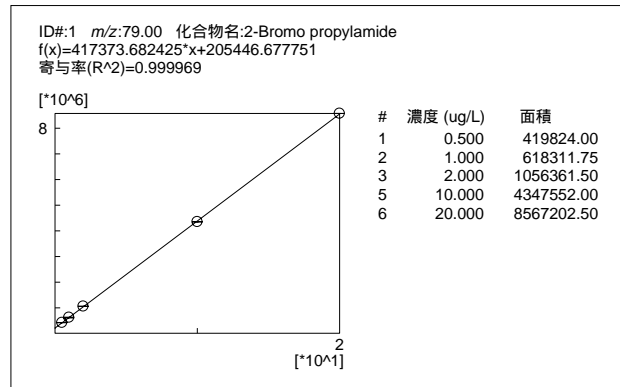
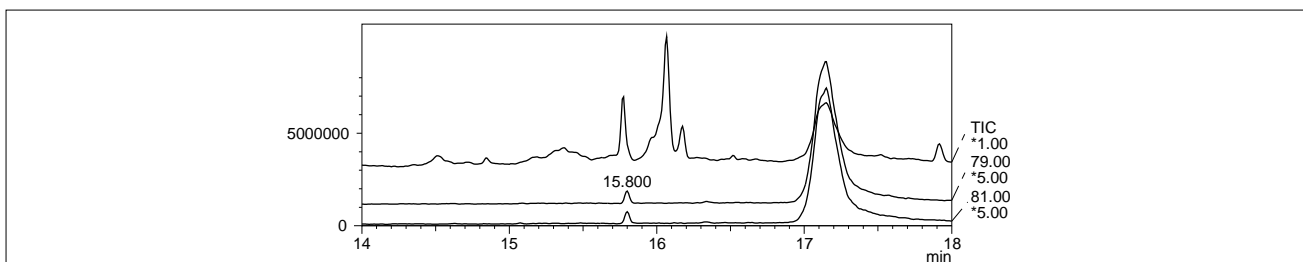
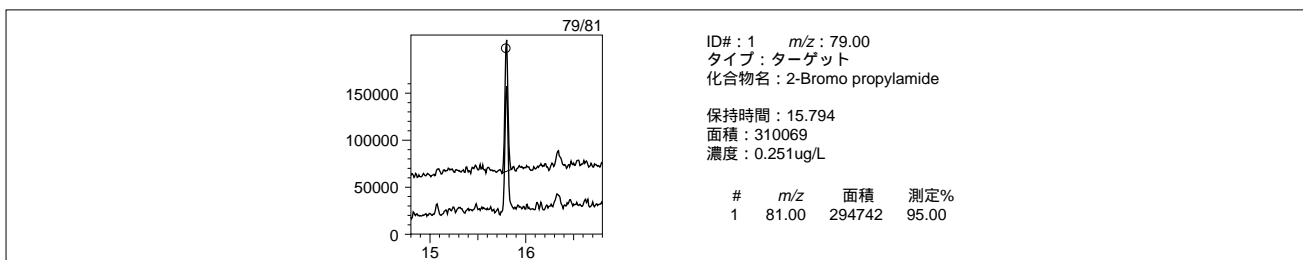

Fig.7 検量線
Fig.8 実試験水から抽出したサンプルのNCIクロマトグラム
Fig.9 実試料の定量計算結果
0.5 $\mu\text{g/L}$ から20 $\mu\text{g/L}$ までの標準試料を測定し検量線を作成しましたが, 良好な直線性が得られ, Fig.7に示します。実試験水から抽出し, 測定した一例のクロマトグラムをFig.8に, 定量計算結果をFig.9に示します。こちらの例では測定対象成分の近傍に夾雑物が認められますが, MSの選択性により問題なく分析できます。